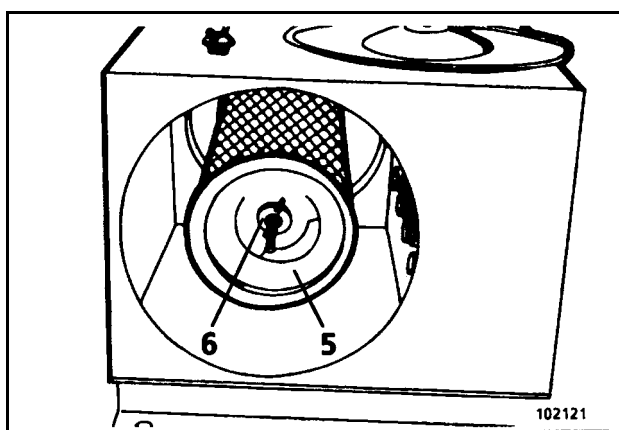

Fig. 3-32:
Remplacer l'élément filtrant de sécurité (5, Fig. 3-32:) après 1000 heures de service ou 3 nettoyages de l'élément filtrant principal, au plus tard cependant après un an de service .
- Dévissez l'écrou (6, Fig. 3-32:) et retirez l'élément filtrant de sécurité (5).